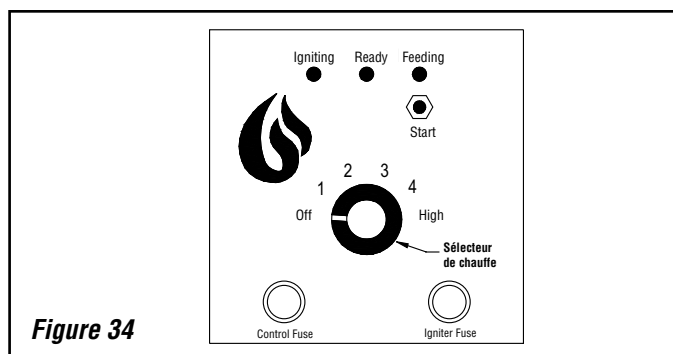

Figure 34
1. Placer le sélecteur de chauffe (voir *figure 34*) sur la puissance désirée (1 à *High/Maxi*). Le témoin *Ready* s'allume en vert.